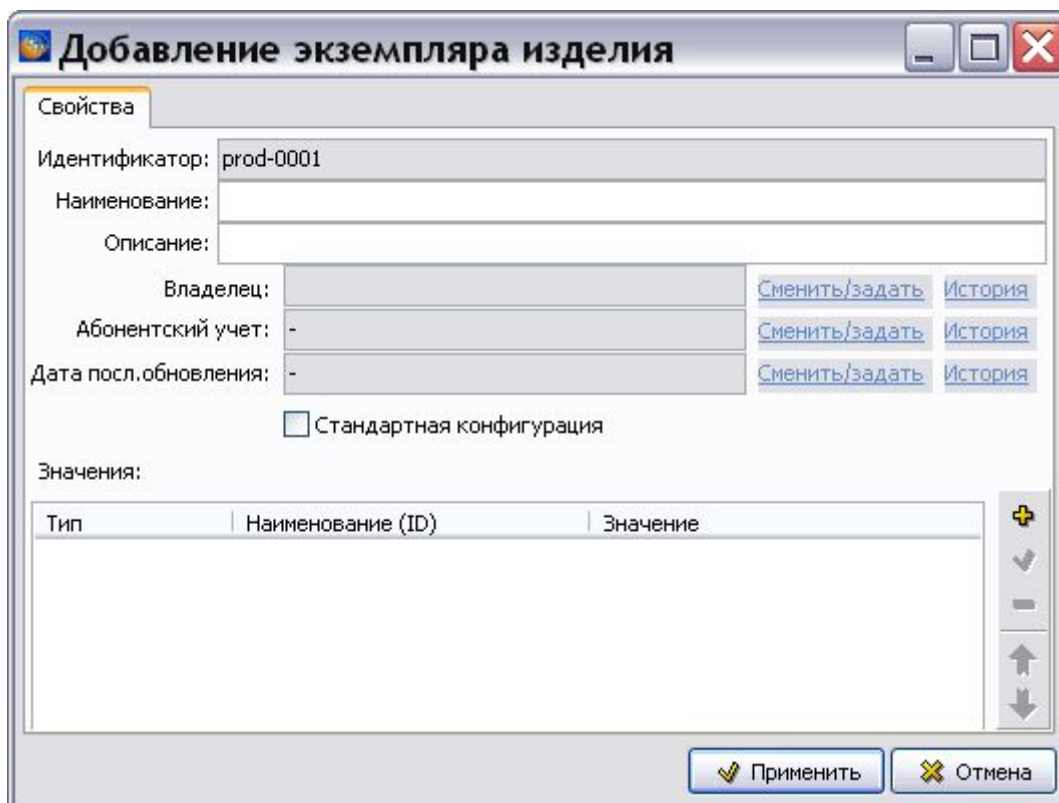

Рис. 2.151
1. На панели инструментов диалогового окна **Экземпляры изделий** нажмите на кнопку **Добавить экземпляр изделия (Ins)**  или в контекстном меню левой части окна выберите команду **Добавить**. При этом откроется диалоговое окно **Добавление экземпляра изделия** (Рис. 2.151).